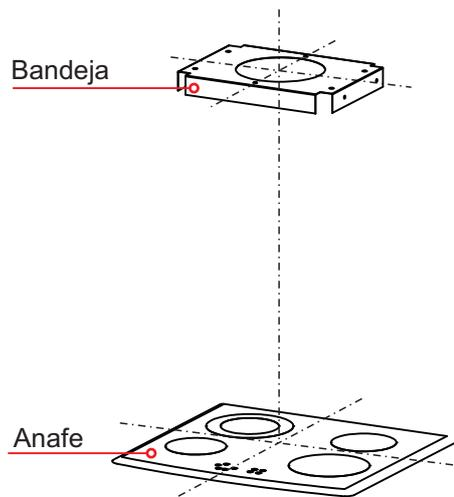

Figura 1
Paso 1: Fije la bandeja superior de la campana a la losa utilizando los 6 tacos plásticos tipo fischer y los 6 tornillos N° 8 incluidos. Verifique que el eje central de la bandeja superior coincida con el centro del anafe o cocina. (ver figura 1 y 2)